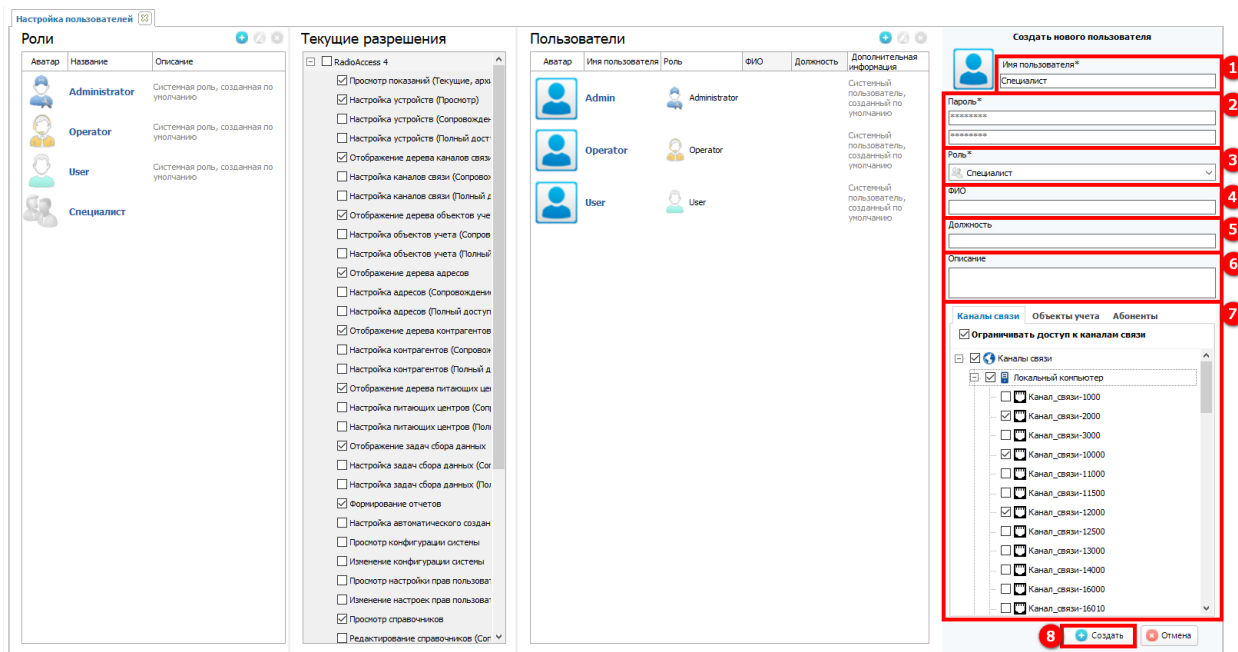

Рисунок 256 – Создание нового пользователя
При создании нового пользователя необходимо заполнить **Имя пользователя** (1) (см. рисунок 256) – указать наименование создаваемого пользователя, **Пароль** (2), **Роль** (3) – необходимо выбрать роль для создаваемого